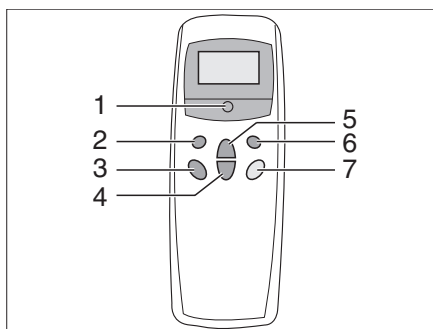

Fig. 124 Télécommande
La climatisation est montée sur le toit du véhicule. La télécommande (Fig. 124) pour la climatisation se trouve dans le coin cuisine.
- Enclencher la télécommande avec l'interrupteur (Fig. 124,5).
- Régler le mode de fonctionnement désiré avec la touche (Fig. 124,1).
- Si nécessaire, régler avec les touches (Fig. 124,3 et 4) la puissance du ventilateur et la température ambiante désirées.
- Pour la mise hors service, appuyer à nouveau sur la touche (Fig. 124,5) de la télécommande.